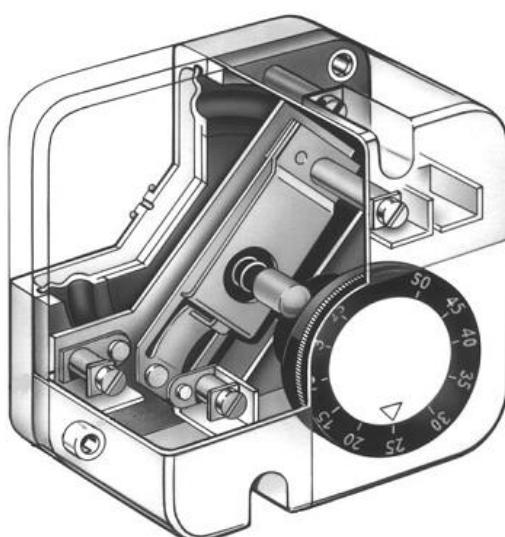

Рисунок 2.9 – Реле настройки минимального давления газа
2.4.22.1 Для настройки реле давления газа (рисунок 2.9) необходимо подключить манометр к месту измерения 1 на DMV и микроамперметр для измерения контрольного тока. При определении точки срабатывания необходимо обратить внимание на то, чтобы значение было не меньше половины регулировочного давления, а значение СО составляло не больше 1000 ppm. При этом необходимо следить за контрольным током.
- 4) Настроочное колесико реле давления газа медленно поворачивать вправо (рисунок 2.9), пока не произойдет штатное отключение горелки.